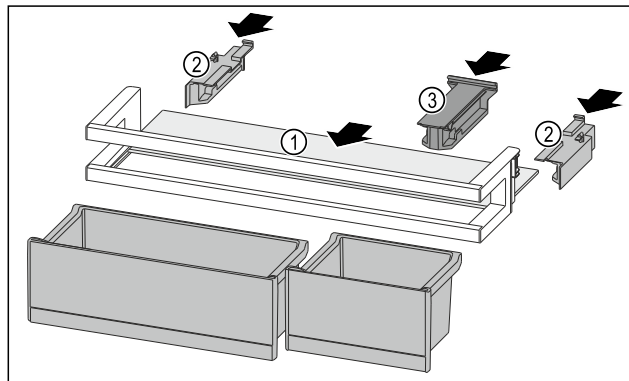

Fig. 189
- Inserire il ripiano Fig. 189 (1) negli incavi laterali.
- Inserire gli elementi laterali Fig. 189 (2).
- Inserire l'elemento di tenuta Fig. 189 (3).